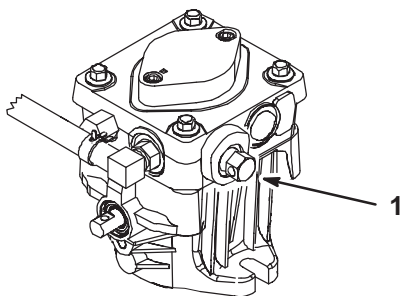

Bild 27
3. Zum Schieben drehen Sie die Sicherheitsventile 1 Drehung entgegen dem Uhrzeigersinn. So kann Hydrauliköl an der Pumpe vorbei direkt zu den Rädern fließen, die sich daraufhin drehen können (Bild 27).
Drehen Sie die Sicherheitsventile ein, um die Maschine einzusetzen (Bild 27).